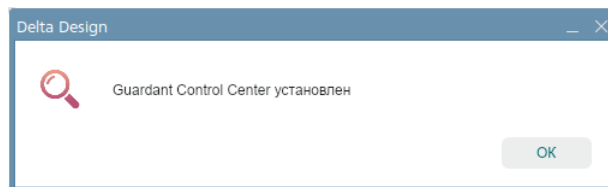

Рис. 7 Уведомление об успешной установке
3. Дождитесь завершения установки и нажмите «ОК» в окне уведомления, см. Рис. 7.